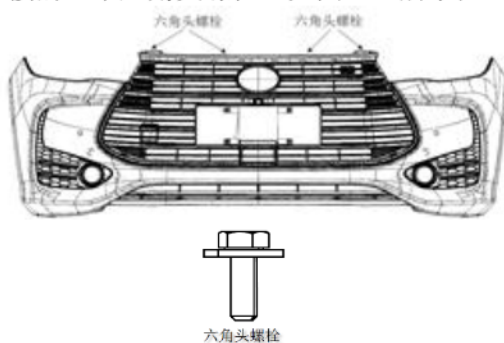

图 2-2 前格栅安装点的拆卸
- (1) 拆除格栅上盖板总成
- (2) 用 10#套筒拆下前格栅与前端模块连接的 4 个六角头螺栓以及与前组合大灯连接的 2 个六角头螺栓，如图 2-2 所示；